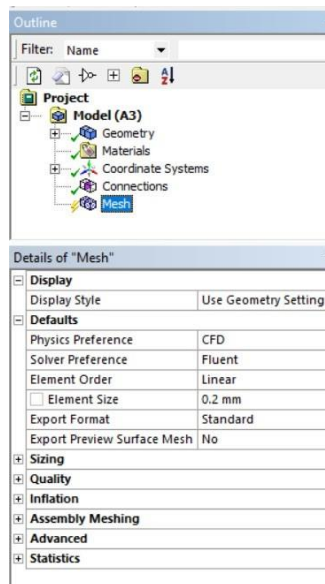

Fig. 8 Configuración de malla general.
2. En el árbol de operaciones del proyecto (barra de trabajo del lado izquierdo) se selecciona Mesh y arrojará la ventana "Details of Mesh". En esta ventana se realiza la configuración mostrada en la Fig. 8.